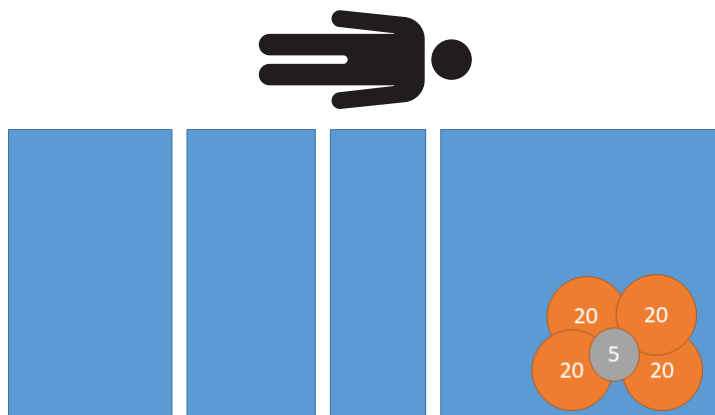

Abbildung 13 – Exzentrizitätsprüfung – 85 kg Kopf links
1. Mit kalibrierten Gewichten 85 kg am Kopf links vom Produkt platzieren (Abbildung 13).